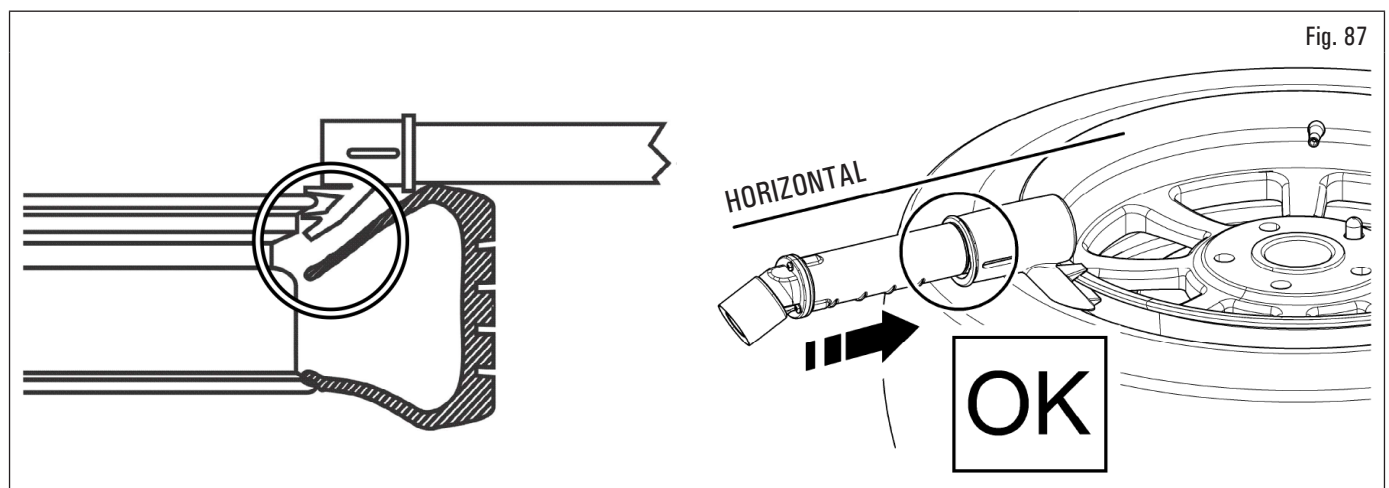

Fig. 87
3. apretar la boquilla del inflado Tubeless en el borde de la llanta, como indicado en Fig. 87. Asegurarse de que la cabeza de la boquilla sea apretada para activar el chorro de aire adicional;
Para un funcionamiento mejor, la boquilla debería encontrarse en posición horizontal (véase Fig. 87).